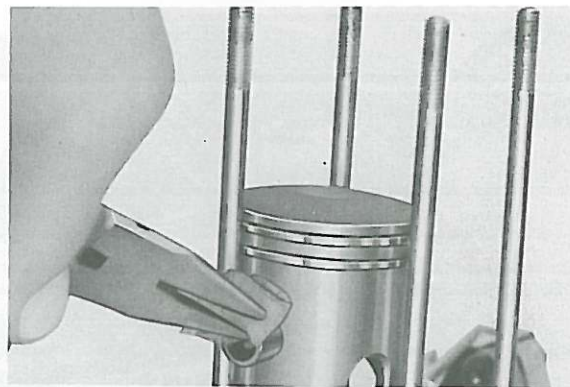

Fig. 3-2-3
2. Push piston pin from opposite side, then pull out. Protect pin with rag as shown. (Fig. 3-2-3)
2. Déloger l'axe de piston en le poussant du côté opposé à l'arrêt, et l'enlever en le tenant avec un chiffon de la manière indiquée. (Fig. 3-2-3)
2. Kolbenbolzen von der anderen Seite stoßen und danach herausziehen. Kolbenbolzen mit einem Lappen wie gezeigt schützen. (Fig. 3-2-3)